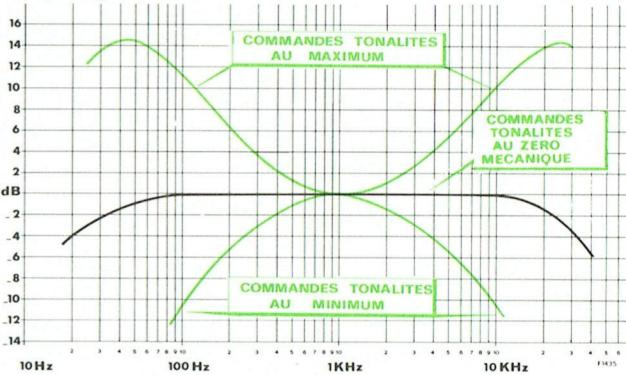

Fig. 5
- L'efficacité des tonalités est donnée par l'allure des courbes de la figure 5.